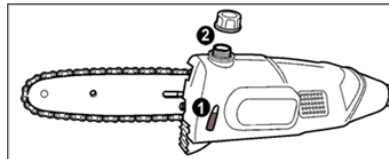

Fig.4
- Placez la machine sur une surface plane, le bouchon du réservoir d'huile vers le haut. Dévissez le bouchon puis retirez-le. Fig 4